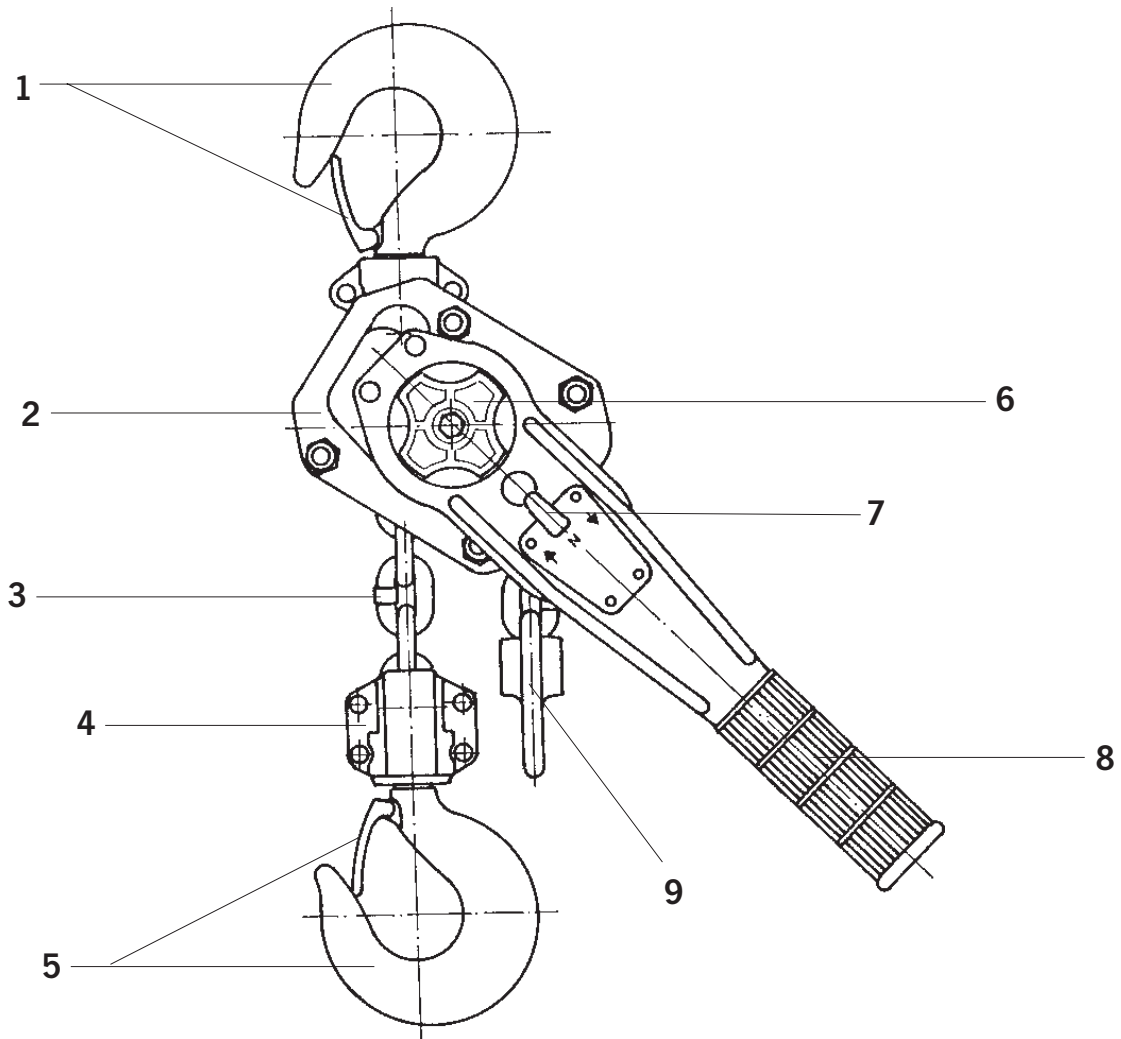

Fig. 11
- Non utilizzare la ferma catena come normali fine corsa (Fig. 11).
Il ferma catena deve essere collegato all'estremità libera della catena (Fig. 11).
Ruotare la leva di selezione del movimento (Fig. 11) in posizione neutra (posizione centrale). La catena può ora essere tirata in entrambe le direzioni così da portare il gancio di sollevamento alla posizione desiderata con estrema facilità.
Ruotare la leva di selezione del movimento in posizione sollevamento ,↑' (Fig. 11).
Ruotare la leva di selezione del movimento in posizione discesa ,↓' (Fig. 11). Azionare la leva a mano pompando verso il basso.